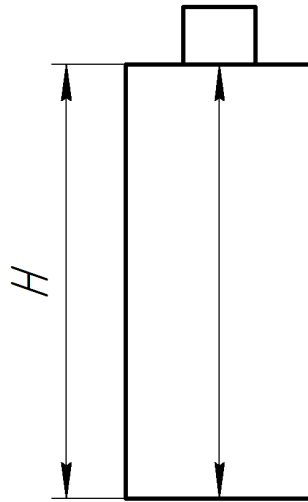

Рисунок 2.73 – Установка преобразователя на образец
3. Установить преобразователь, через слой контактной жидкости, на поверхность с известной толщиной (рис. 2.73).